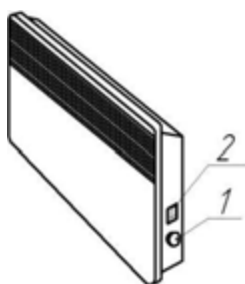

Рис. 5 Размещение органов управления конвекторов (IP20)
5.7 Переведите клавишу выключателя (клавиши ступенчатого регулятора мощности) в отключённое положение «0», ручку термостата установите в положение «❄» (совместите знак «❄» на ручке с меткой на корпусе конвектора или блока управления). Конвектор готов к работе (расположение органов управления конвектором приведено на рис. 5, 6).
Внимание! Категорически запрещается включать и эксплуатировать конвектор без его закрепления на кронштейнах на стене или без установленных опор на полу. Включать и эксплуатировать конвектор допускается только в положении, показанном на рис. 5, 6 (воздухозаборной решёткой вниз). При первом включении конвектора возможен запах от испарения консервационных материалов. Рекомендуется проветрить помещение.